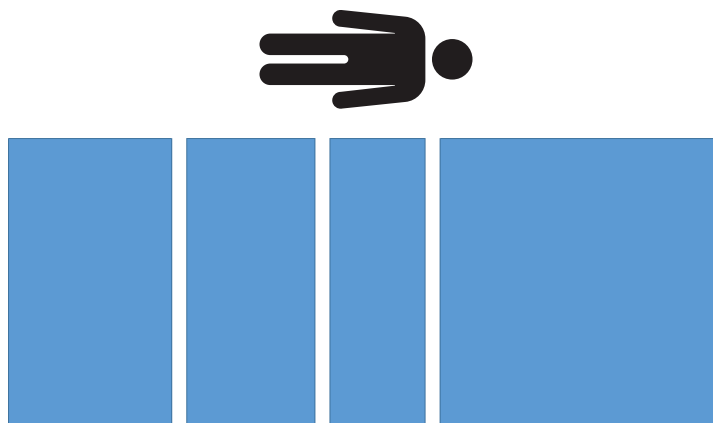

Figura 24 – Test delle prestazioni di pesatura - 0 kg
12. Rimuovere tutti i pesi calibrati dal prodotto (Figura 24).